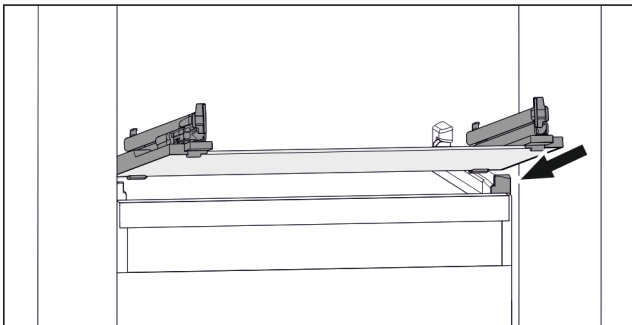

Fig. 42 Приблизне відображення скляної пластини
- ▶ Встановити скляну пластину за стопорами навкосою. (див. Fig. 42)